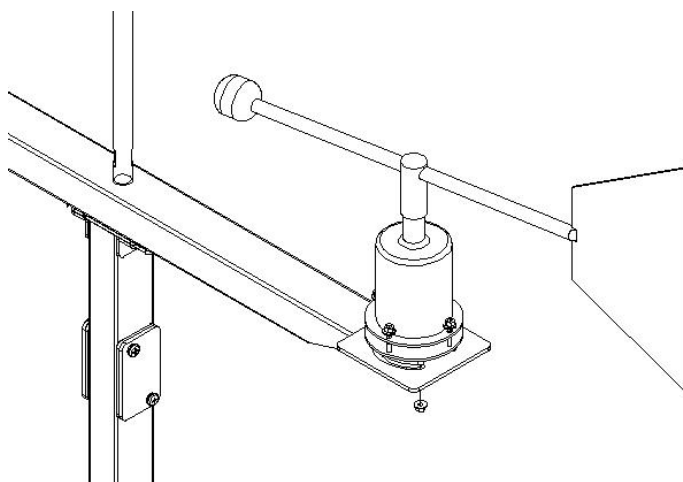

图 3-6 安装风向传感器
(1) 将风向传感器杯体用附带的 M3x12 盘头螺钉安装于在水平支架横梁所示位置, 安装时应保证杯体与地面水平, 如图 3-6;